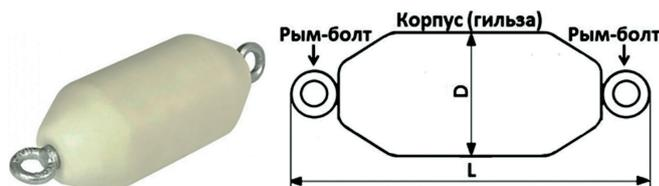

Рисунок 12.1 – Внешний вид, детали, размеры и масса пробных цилиндров для полимерных труб
- 12.4** Подрядчик должен обеспечить проверку каналов на проходимость специальными пробными цилиндрами из капролона (рисунок 12.1), предназначенными для проверки каналов из полимерных труб.
Цилиндры пробные (рисунок 12.1) предназначены для проверки проходимости каналов кабельной канализации из труб «ССД-Пайп». Представляют собой цилиндры с концами в виде усечённых конусов. Изготовлены из капролона. На обоих концах каждого цилиндра установлены рымболты. При заказе номенклатуры с протоколом, поставляется в комплекте с аттестатом и протоколом проверки. Номенклатура цилиндров для труб «ССД-Пайп», выпускаемых АО «ССД», представлена в таблице 12.1.